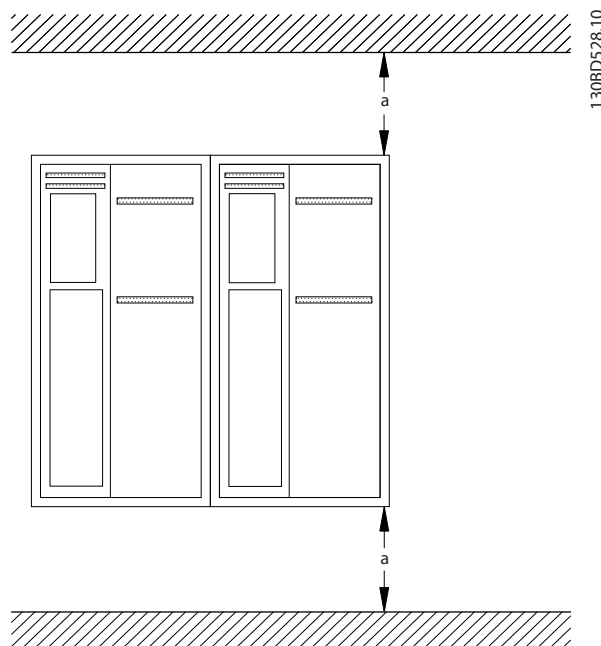

图 3.2 顶部和底部冷却间隙
- 确保在顶部和底部留出空气冷却间隙。有关间隙要求，请参见 图 3.2。